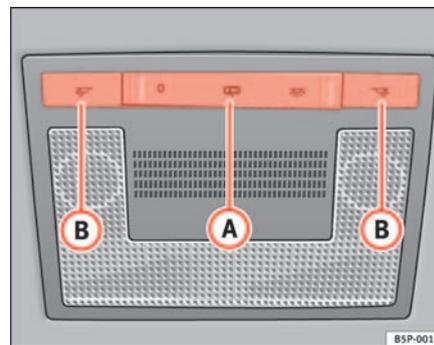

Fig. 80 Revestimiento interior del techo: iluminación delantera del habitáculo
Con el mando ⇒ fig. 80 (A) puede seleccionar las siguientes posiciones:
Pulsar el conmutador a la posición O ⇒ página 121, fig. 80.